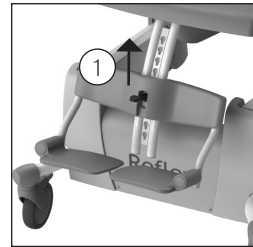

Abbildung 3. Fußstützen lösen.
- Die Fußstützen des Reflex Stuhls können ganz einfach vom Gestell entfernt werden, indem Sie den Verriegelungsclip (1) nach oben bewegen. Danach werden die Fußstützen wieder nach oben bewegt und kann vom Gestell entfernt werden. Das Anbringen erfolgt in umgekehrter Reihenfolge (Siehe *Abbildung 3*).